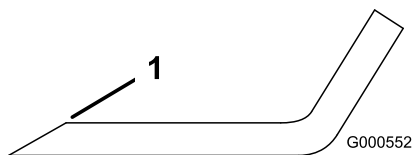

Figura 64
1. Utilize uma lima para afiar aresta de corte em ambas as extremidades da lâmina (Figura 64).
Nota: Se lâmina não estiver equilibrada, lime algum metal da extremidade da aba apenas (Figura 64).